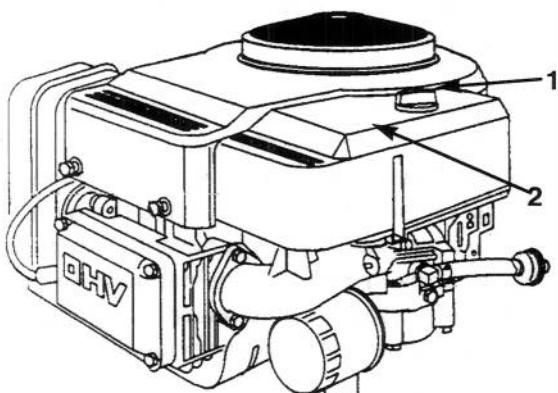

Fig. 28
3. Pulite attorno al filtro dell'aria per impedire che lo sporco entri nel motore, danneggiandolo. Svitate la manopola e togliete il coperchio del filtro dell'aria (Fig. 28).
- Montate il coperchio del filtro dell'aria e la manopola (Fig. 28). Stringete la manopola con precisione.